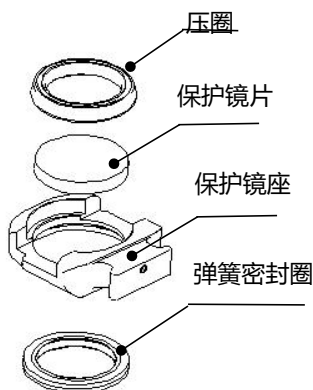

图 4.2 — 保护镜片座结构
- 如图 4.2，打开保护镜盖板，捏住抽屉式镜座两边拉出保护镜座；